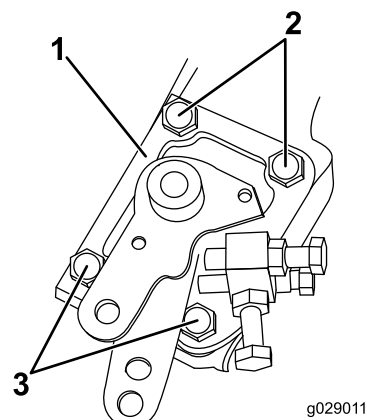

Рисунок 9
1. Отверните 4 болта и 2 гайки, которые крепят имеющуюся панель управления частотой вращения к двигателю (Рисунок 9).
2. Установите панель управления частотой вращения, используя ранее снятые 4 болта и 2 шайбы (см. Рисунок 9).
Примечание: Убедитесь в том, что шайбы установлены на болты, как показано на Рисунок 9